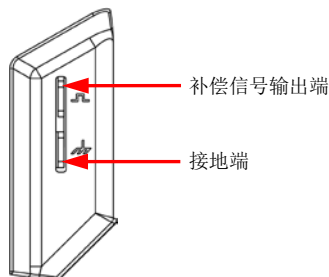

图 8 使用补偿信号
2. 将探头的接地鳄鱼夹连接至图 8 所示的“接地端”。
3. 使用探头连接示波器的通道 1 (CH1) 输入端和图 8 所示的“补偿信号输出端”。